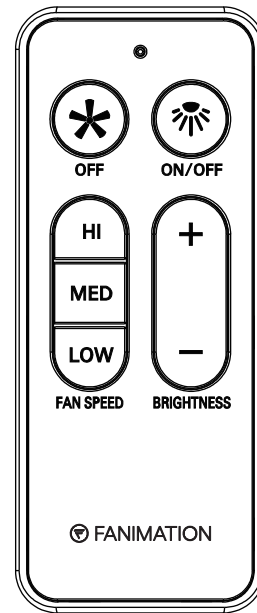

Figura 5
□ 5. Funciones del control remoto: (Figura 5)